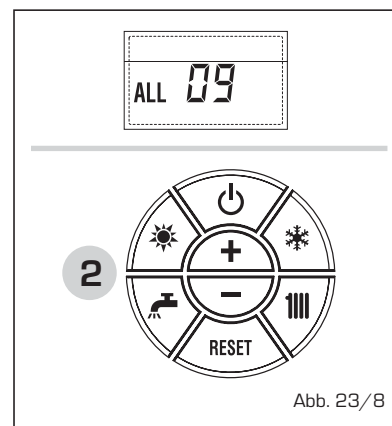

Abb. 23/8
– STÖRUNG HILFSSONDE "ALL 10" (Abb. 23/9)